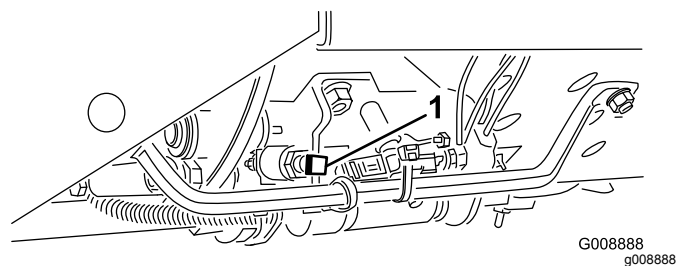

図 22
**重要** 刈り込み速度は、出荷時に 9.7 km/h に調整されています。ストップねじ図 22 の調整で速度を上げることができます。